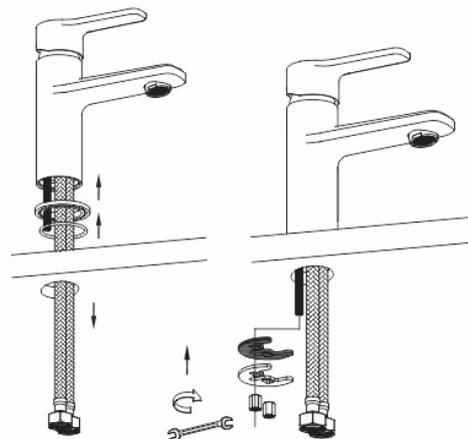

**Рисунок 2**
4. Вкрутите гибкую подводку (Рисунок 2). Смесители с вертикальной установкой имеют резьбу м10 для подключения воды;